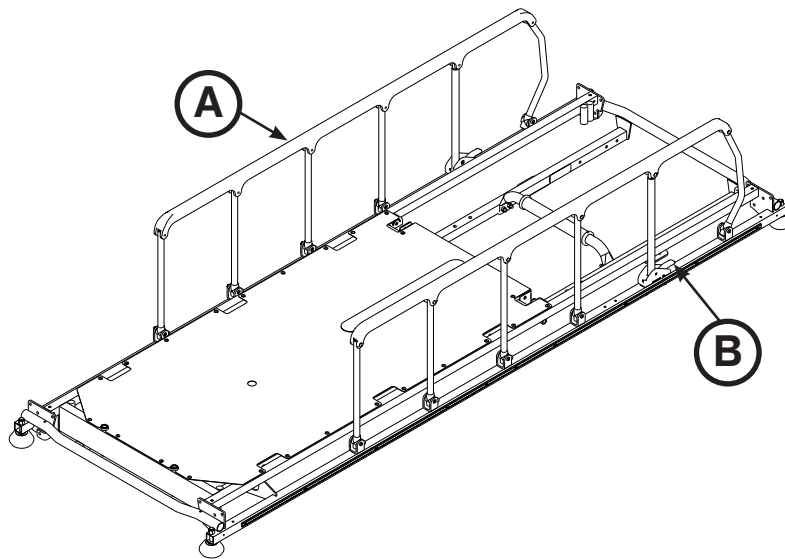

図4: サイドレール
**サイドレールを上げるには**、図4に示すように、サイドレール (A) を引き上げ、ラッチ (B) が一番高い位置にくるまで持ち上げます。
**サイドレールを下げるには**、図4に示すようにラッチ (B) を持ち上げ、最も低い位置へサイドレールを持っていきます。